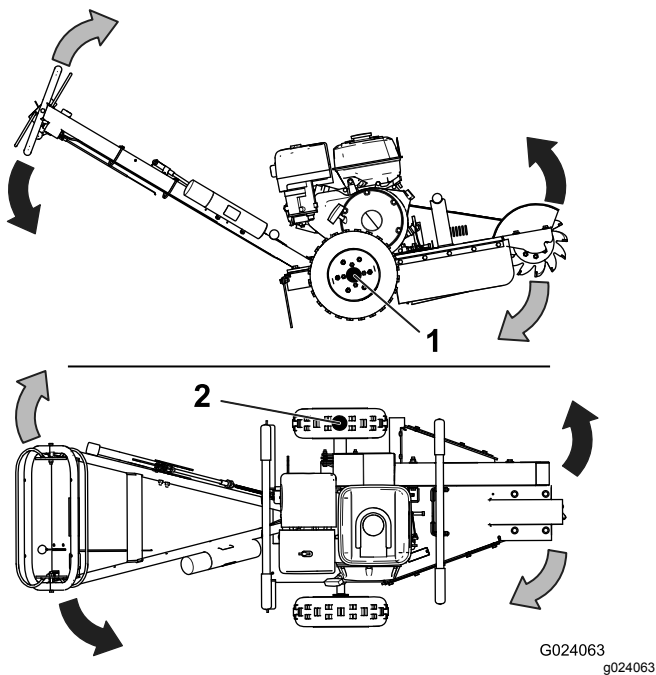

Figura 10
2. Empuje el manillar hacia abajo lo suficiente para levantar la rueda de corte del suelo (Figura 10).
5. Mueva la rueda de corte hacia un lado (Figura 10), luego bájela aproximadamente 1 cm – 2.5 cm (½" a 1") sobre la esquina superior delantera del tocón.